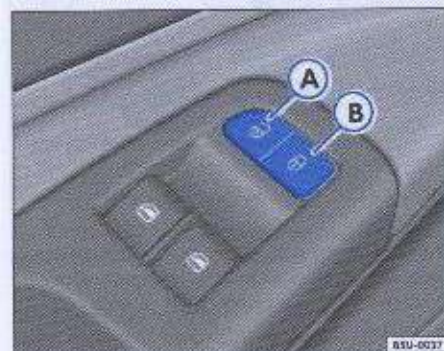

Fig. 51 Detalle del apoya-brazo de la puerta de la izquierda: interruptor del traba eléctrico
– Presione el interruptor del traba eléctrico18) → fig. 51 (B) →
– Presione el interruptor del traba eléctrico18) → fig. 51 (A) →